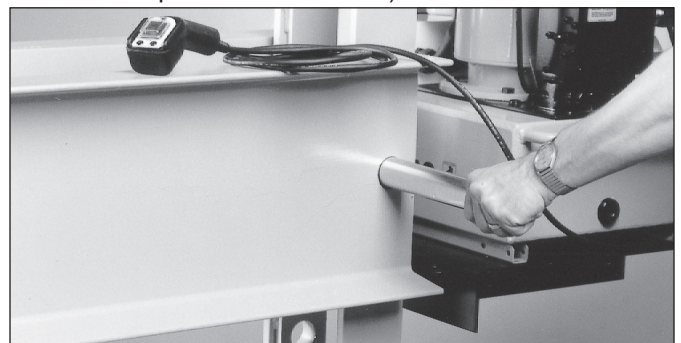

Figura 9
9. Continúe bombeando el gato de elevación del banco hasta que el agujero más bajo del banco de la prensa se alinee con el agujero en el bastidor de la prensa. El agujero más bajo del banco de la prensa siempre estará en el lado opuesto de la prensa desde la cadena de elevación. Inserte el pasador del banco. Consulte la Figura 9. (Si está bajando la prensa, abra lentamente la válvula de alivio en el gato, bajando el banco de la prensa hasta que el agujero más bajo del banco de la prensa se alinee con el agujero en el bastidor de la prensa. Cierre la válvula de alivio e inserte el pasador del banco.)